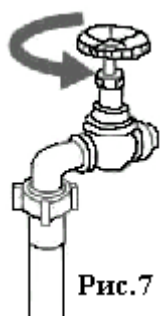

Рис. 7
- откройте кран подачи воды (рис. 7)